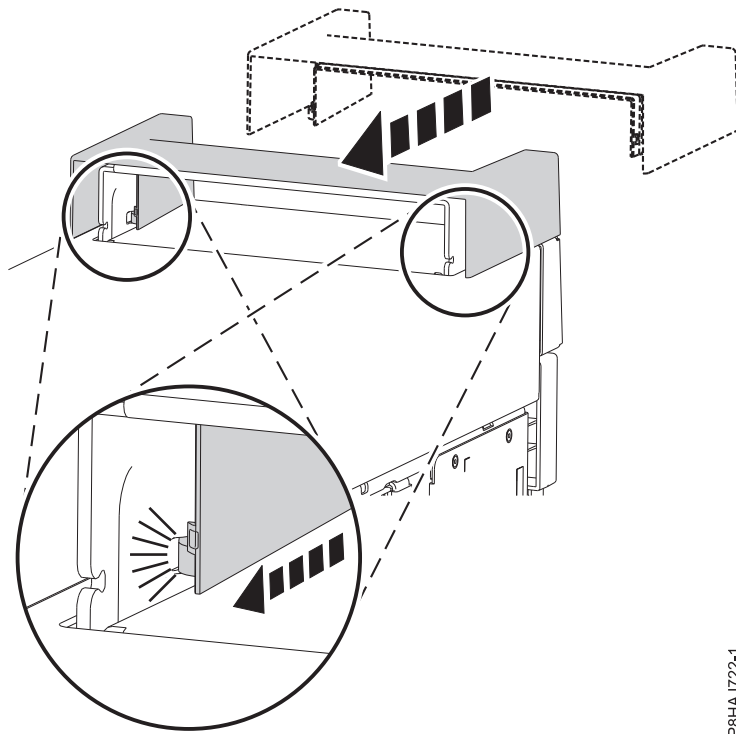

Figura 38. Fijación de la tapa de asa en un sistema 8286-41A autónomo
1. Fije la tapa de asa en la estación de acoplamiento RDX interna (FC EUA3) deslizando hacia la parte posterior del sistema. Consulte la Figura 38.